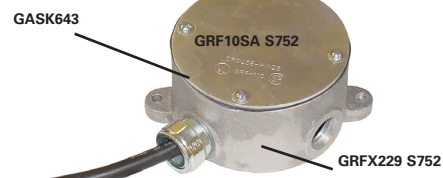

Figura 4
2. Para realizar la transición requerida de cableado al cable portátil, usar una caja de tomacorrientes GRFX229 S752 de la serie Crouse-Hinds con la cubierta GRF10SA S752 y junta GASK643. Ver la Figura 4. Montar en la pared la caja de tomacorrientes adyacente al soporte del reflector o al soporte SWB6, de ser u: